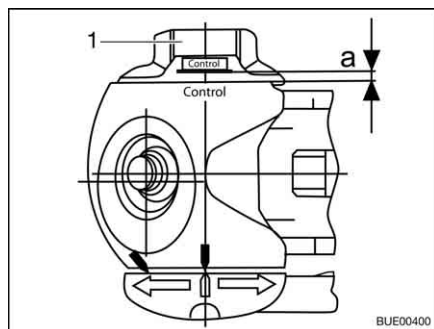

Fig. 201 Controllo usura
- Ruotare completamente la manovella (Fig. 201,1) finché non si sente la limitazione delle coppia grattare in modo percepibile. Direzione di rotazione: In senso orario.
- Distanza  $a > 0$  (Fig. 201): Usura all'interno del settore ammesso.